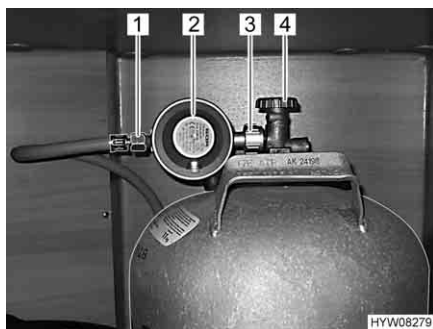

Fig. 46 Raccordo bombola del gas
- Chiudere la valvola principale di arresto (Fig. 46,4) della bombola del gas. Osservare la direzione della freccia.
- Tenere fermo il regolatore di pressione del gas (Fig. 46,2) e aprire il dado zigrinato (Fig. 46,3) con una chiave speciale adatta (filettatura sinistra).
- Rimuovere il regolatore di pressione del gas con il tubo del gas (Fig. 46,1).
- Collocare il regolatore di pressione del gas (Fig. 46,2) con il tubo del gas (Fig. 46,1) sulla bombola del gas e serrare bene il dado zigrinato (Fig. 46,3) con una chiave speciale adatta (filettatura sinistra; **non** serrare eccessivamente).